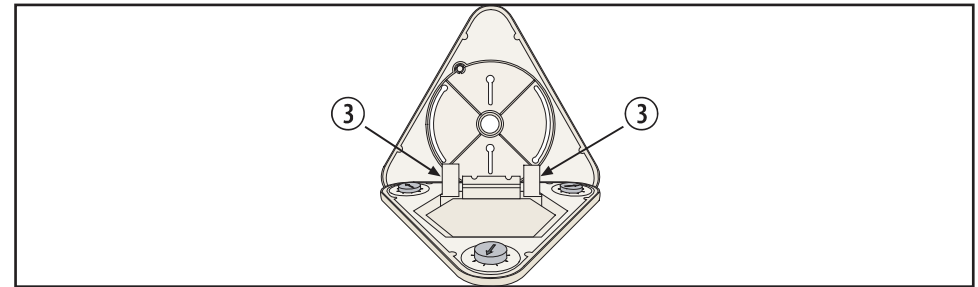

Figure 3.2 Languettes de démontage du couvercle.
- Si nécessaire, vous pouvez retirer la base du couvercle en appuyant sur les deux languettes du couvercle tout en la soulevant pour l'éloigner du couvercle. Voir *Figure 3.2 Languettes de démontage du couvercle*.